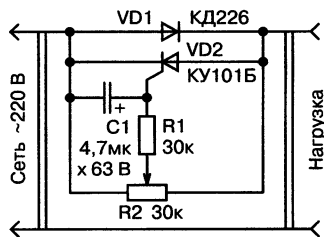

Рис. 11.1. Схема простого регулятора температуры жала паяльника
**Схема № 2.** Схема (рис. 11.1), которую представил в Интернете С. Грищенко (Воронеж) заинтересует многих радиолюбителей своей простотой. Подобная схема ранее публиковалась и в журнале «Радио» (1975, № 6, с. 53). Устройство позволяет регулировать мощность паяльника от половинной до максимальной. При указанных на схеме элементах мощность нагрузки не должна превышать 50 Вт, но в течение часа схема может перенести и нагрузку 100 Вт без особых последствий.
Принципиальная схема регулятора приведена на рис. 11.1. Если тиристор VD2 заме-